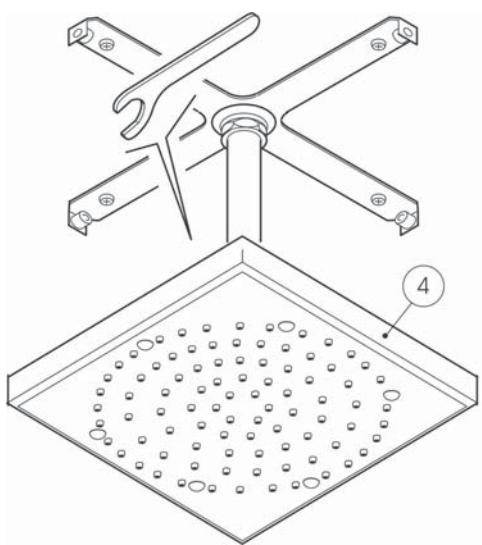

Fig. 6
- 5) Avvitare il soffione 4 sul braccio doccia 3 (fig.6).
- 5) Screw the shower head 4 onto the shower arm 3 (fig.6).
- 5) Die Dusche 4 an den Duscharm 3 anschrauben (Abb. 6).
- 5) Visser le plafond de douche (4) sur le bras de douche (3) (fig. 6).